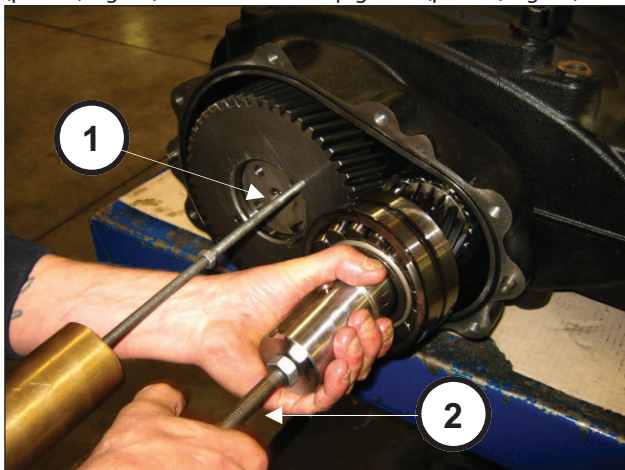

Fig. 12
Per poter rimuovere il gruppo pignone + corona è necessario applicare delle masse battenti ai 2 fori M8 della corona (pos. ①, Fig. 12) e al foro M14 del pignone (pos. ②, Fig. 12).